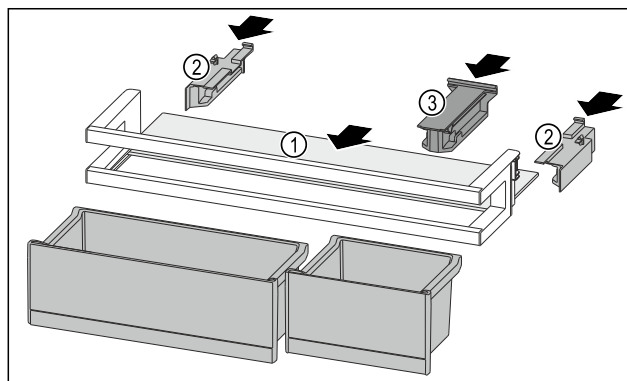

Fig. 120
- Draagplateau Fig. 120 (1) in de zijdelingse inkepingen schuiven.
- Zijdelen Fig. 120 (2) plaatsen.
- Bevestigingsdeel Fig. 120 (3) plaatsen.